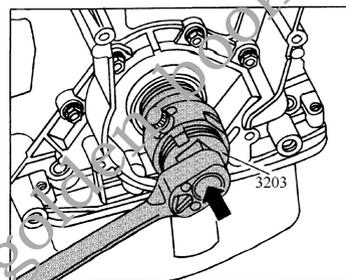

图 2-50 用油封提取器尽力拧入油封
6) 油封提取器螺纹头上涂上机油，尽力拧入油封，如图 2-50 所示。